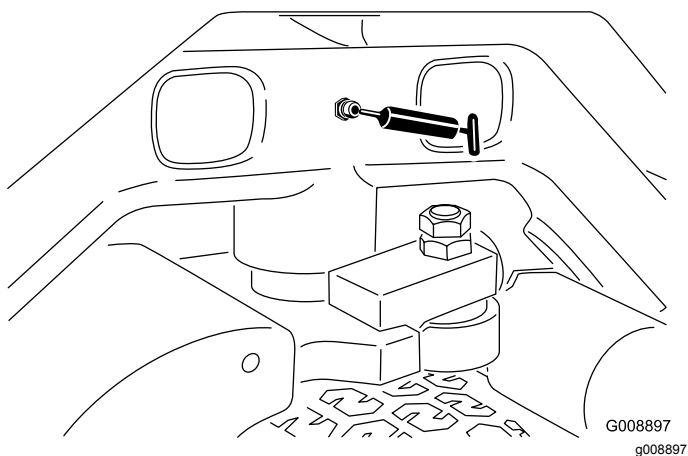

Figura 35
- Articulação da direção (Figura 35)